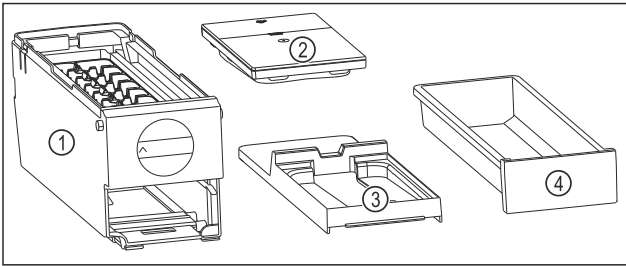

Fig. 107 Sastavni dijelovi sustava EasyTwist-Ice
- ▶ EasyTwist-Ice je rastavljen u četiri dijela. (pogledajte Fig. 107)
- ▶ Sustav EasyTwist-Ice rastavite samo u dijelove prikazane slikom. (pogledajte Fig. 107)
- ▶ Tijelo sustava EasyTwist-Ice Fig. 107 (1) čistite kao cjelinu.